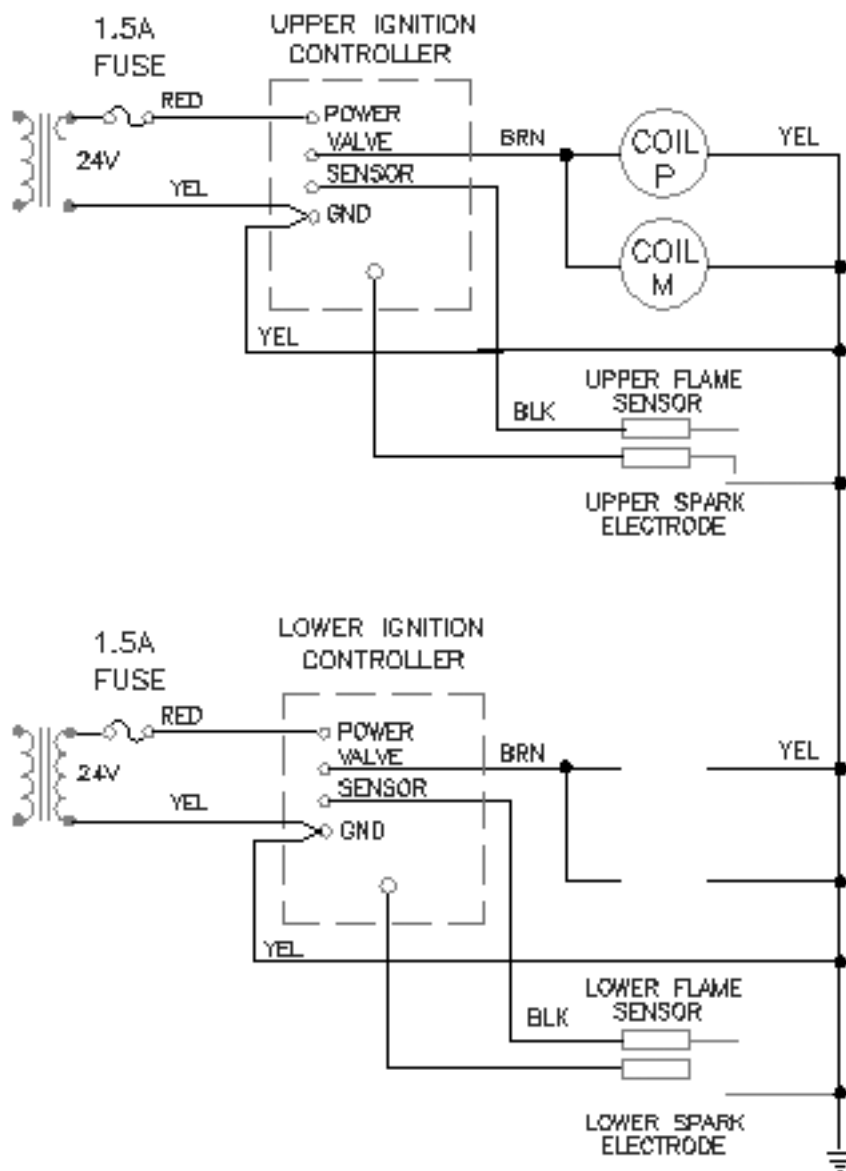

Рис. 6.3 Электрическая схема
1. Загрузите файл ab9-c.dwg (см. рис. 6.3). Чертеж незакончен; дочерим вторичную обмотку верхнего трансформатора, аналогичного нижнему.
3. Увеличим часть чертежа, на которой изображен трансформатор, (эта часть выделена, см. рис. 6.3). Для масштабирования части чертежа, выделенного рамкой, используйте команду **ZOOM WINDOW** (окно изменения масштаба).